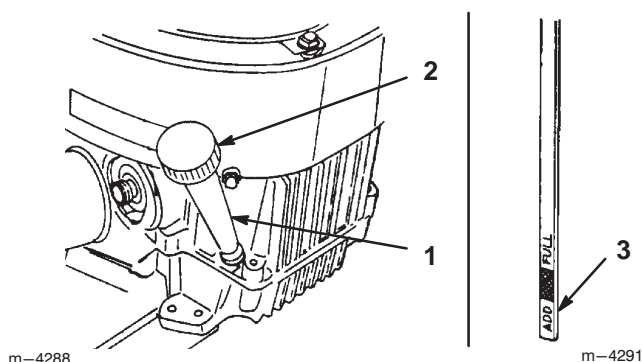

Figure 17
4. Nettoyez la surface autour de la jauge d'huile (Fig. 17) pour éviter que des impuretés ne s'introduisent dans le goulot de remplissage, ce qui risquerait d'endommager le moteur.
5. Dévissez la jauge d'huile et essuyez soigneusement l'extrémité métallique (Fig. 17).
6. Renforcez la jauge complètement dans le tube de remplissage sans la visser (Fig. 17). Sortez de nouveau la jauge et examinez l'extrémité métallique. Si le niveau est bas, versez lentement une quantité d'huile suffisante dans le goulot de remplissage pour amener le niveau au repère du plein (FULL) sur la jauge.
10. Nettoyez la surface autour de la jauge d'huile et dévissez le bouchon (Fig. 17).
11. Versez lentement environ 80% de la quantité d'huile spécifiée dans le goulot de remplissage (Fig. 17) (voir Changement de l'huile moteur et du filtre, page 24).